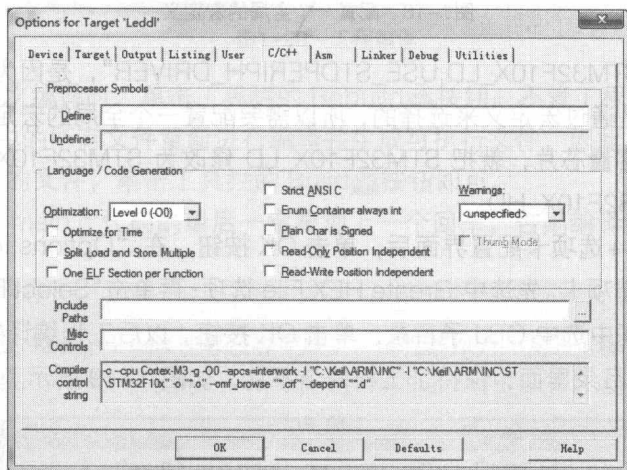

图 1-16 C/C++选项卡配置界面
(1) 单击工具栏的“Target Options...”按钮，弹出“Options for Target 'Ledd1'”对话框，选择 C/C++选项卡，添加要编译文件的路径。这个步骤非常重要，务必添加正确的路径，否则编译会出现错误。C/C++选项卡配置界面如图 1-16 所示。